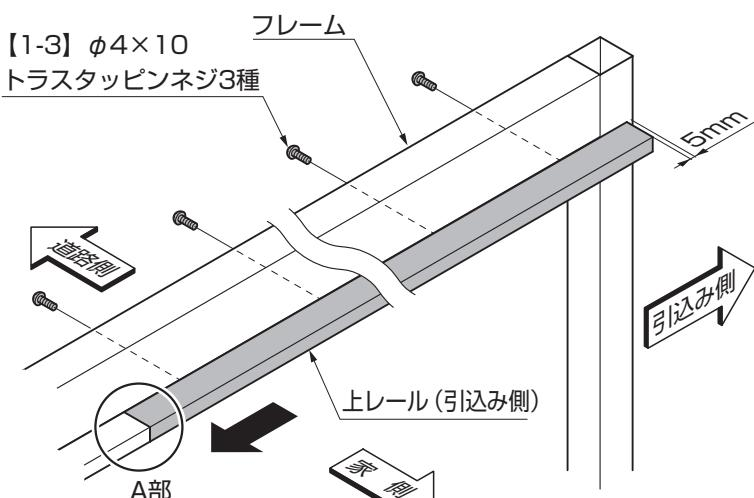

図6-9
- ②上レール(引込み側)の端部を柱(端部用)側面から5mmの位置にセットしてください。(図6-9参照)
③上レール(引込み側)と上レールステーを【1-3】で取付けてください。(図6-9参照)